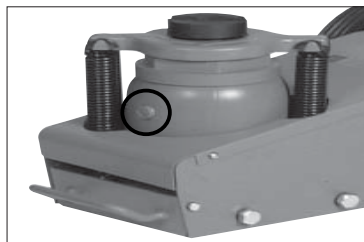

Fig. 06
- Entfernen Sie die Transportsicherungsschraube und schrauben stattdessen die Entlüftungsschraube ein. (Bitte die Transportsicherungsschraube verwahren, um sie gegebenenfalls bei Transport wieder einsetzen zu können) (Fig 06 / Fig. 07)